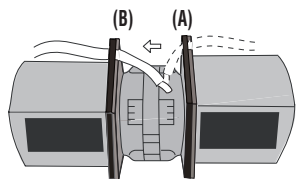
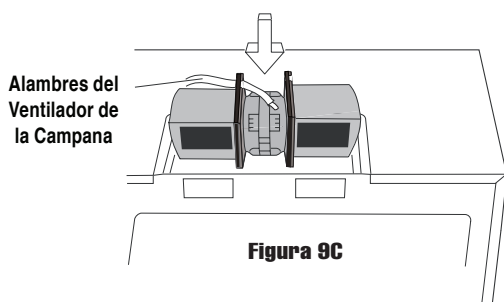

Figura 9B
Figura 9C
4. Vuelva a colocar el cable del ventilador de (A) a (B). Vea la Figura 9B de la página 5. Coloque nuevamente la unidad del ventilador de la campana en el horno. **Tenga cuidado de no atrapar el cable y la unidad del ventilador de la campana.** Vea la Figura 9C de la página 5.